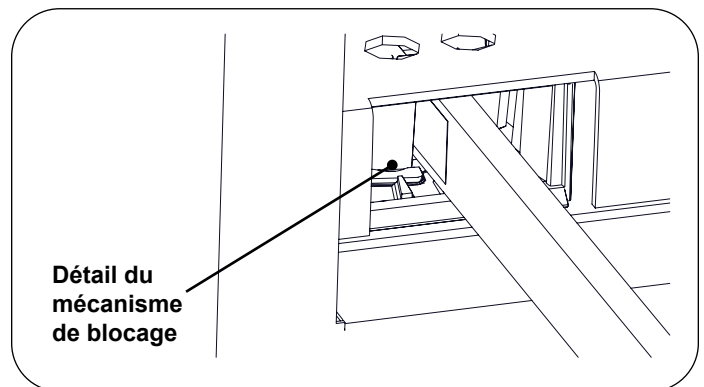

Figure 41. Mécanisme de blocage de l'étrier
2. Une fois dans la position souhaitée, rabaisser l'étrier pour engager le mécanisme de blocage latéral (Figure 41 et Figure 42).